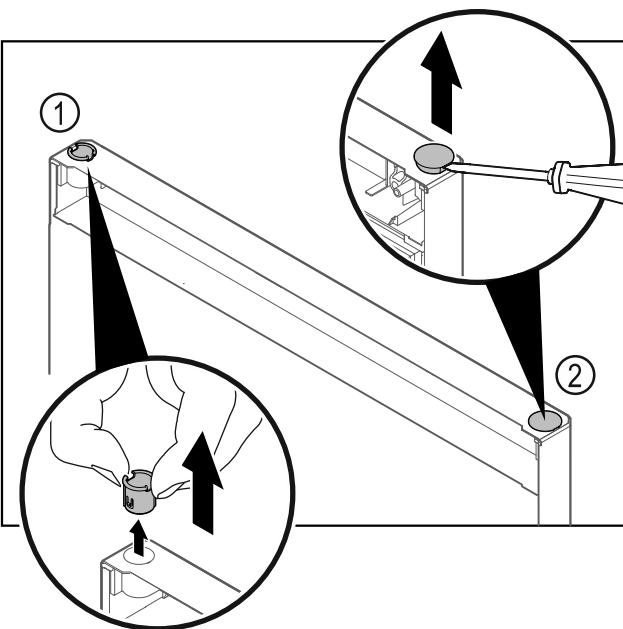

Fig. 21
- Extragăti bucșa balamalei Fig. 21 (1) cu degetele.
- Ridicați dopul de acoperire Fig. 21 (2) cu precauție cu o surubelnită dreaptă și extrageți-l.